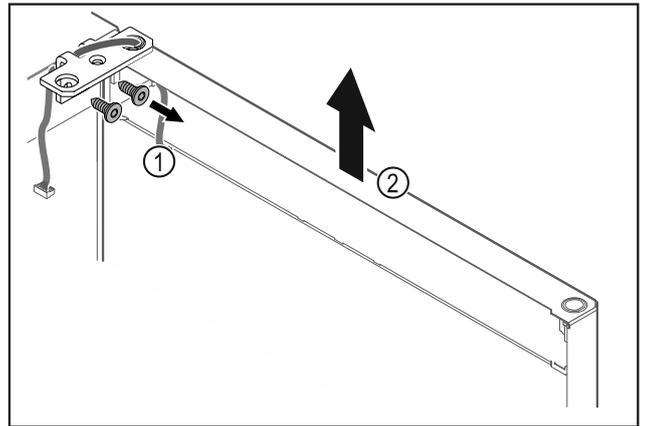

Fig. 22
- Dévisser l'équerre de la charnière Fig. 22 (1).
- Soulever la porte (équerre de charnière incluse) Fig. 22 (2) d'environ 200 mm et la retirer.